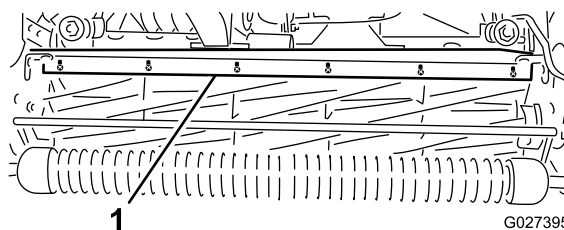

Figura 54
1. Allentate le viti che fissano la barra superiore (Figura 54) all'apparato di taglio.